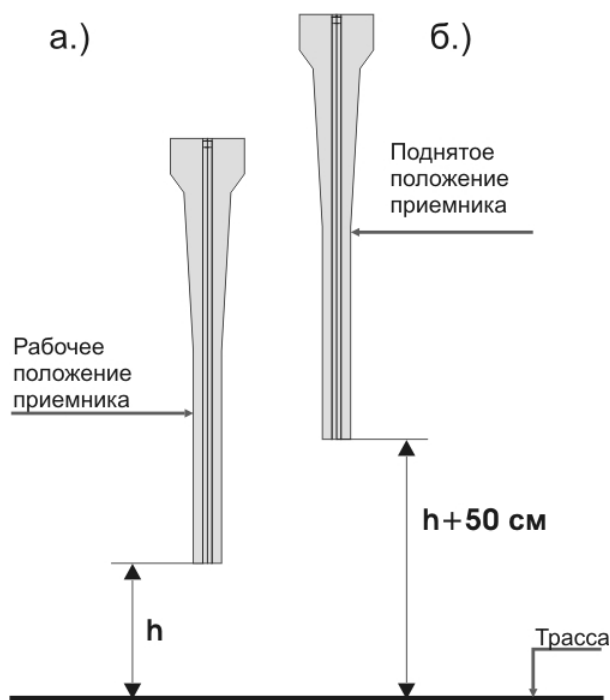

Рисунок 9.3. Положение приемника при настройке глубины залегания трассы.
1. **«Приемник в МАХ и нажмите «Ok»»** - установите приемник вертикально в отмеченную точку над трассой (рисунок 9.3.а.), нажмите . Настройка продлится 5 секунд.
2. **«Поднимите приемник и нажмите «Ok»»** - поднимите вверх приемник над отмеченной точкой на 50 см строго вертикально (рисунок 9.3.б.), нажмите . Настройка продлится 5 секунд.